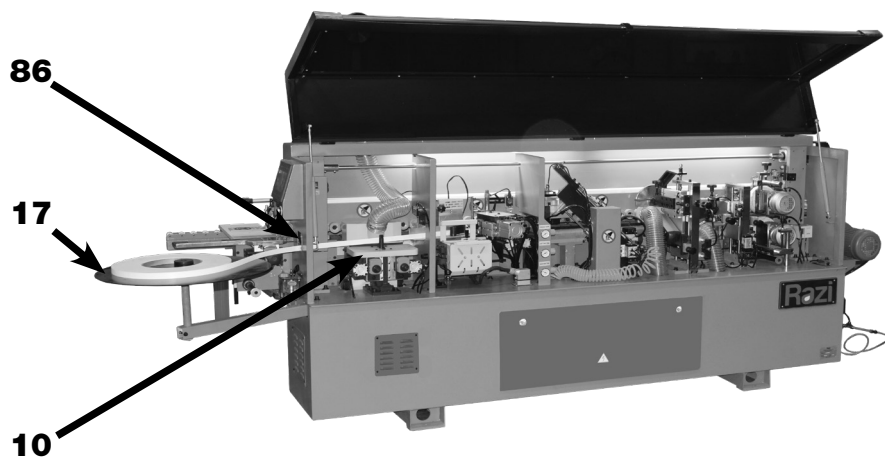
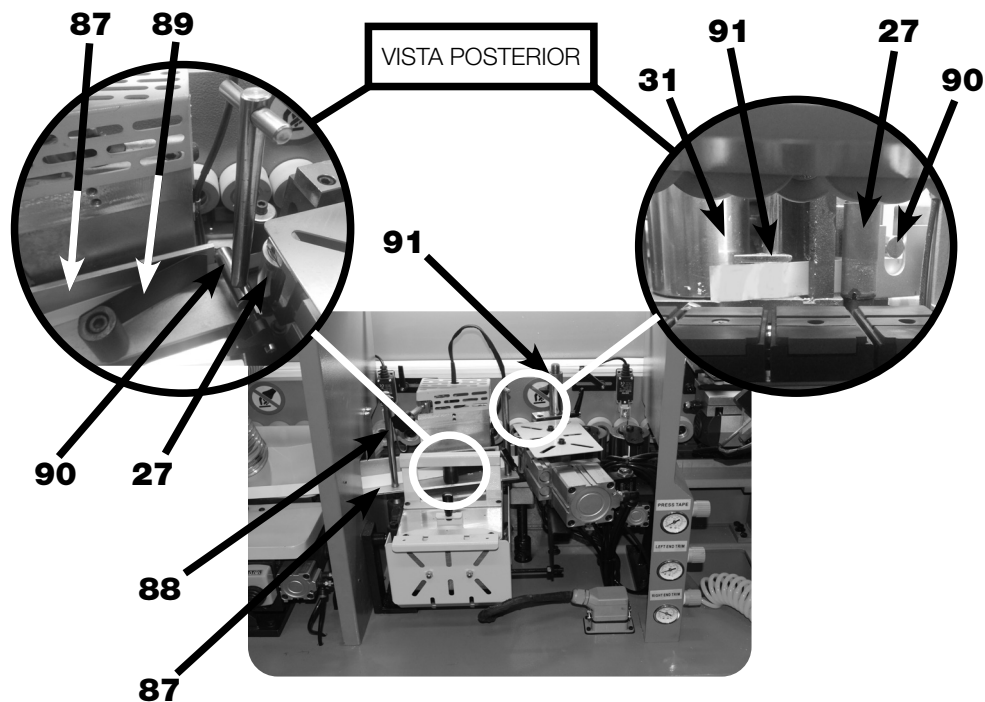

FIGURA 31 – Passagem da Fita
FIGURA 32 – Posicionamento da Fita
1. **POSICIONAR** o rolo de Fita sobre a Mesa de Apoio da Fita (17) (figura 31);
2. **PASSAR** a fita pelo Furo de Passagem da Fita (86) e sobre a Estação da Tupia (10);
3. **POSICIONAR** a Fita sobre a Mesa de Passagem da Fita (87), por trás da Haste Esquerda (88) (figura 32);
4. **PASSAR** a Fita entre a Mesa de Passagem da Fita (87) e a Mola de Aperto da Fita (89);
5. **PASSAR** a Fita entre os Rolos Puxar (27), deixando sua ponta na frente do primeiro Rolo Pressor (31) (figura 32);
6. **SOLTAR** o manipulô e encostar o Topador (90) sobre a Fita de Borda;
7. **APERTAR** o manipulô para travar o Topador (90);
8. **SOLTAR** o manipulô e girar a Haste Topadora (91) para encostar ela sobre a Fita (figura 32);
9. **APERTAR** o manipulô para travar a Haste Topadora (91);